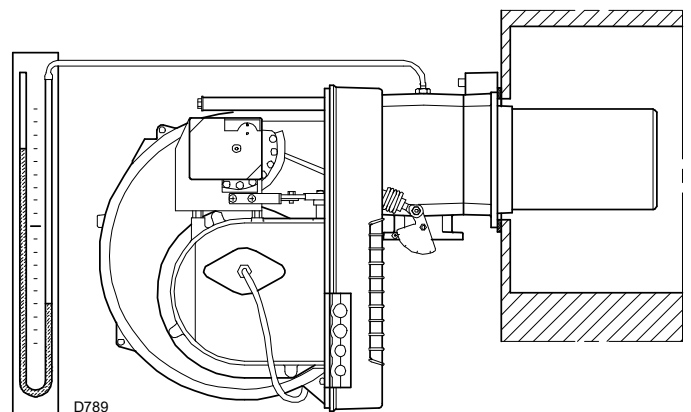

Fig. 20
- Montér et U-manometer (Fig. 20) på gastryk udtaget på muffen. Det anvendes til at beregne brænderens MAX effekt omtrentligt ved hjælp af tabellerne Tab. H på side 19.
I dette tilfælde skal man øge gaskapaciteten ved tænding. Ankomst af gas til muffen kan ses på U-manometeret (Fig. 20 på side 23).
Som vejledning kan det aflæses ud fra Tab. H på side 19, blot man aflæser gastrykket på U-manometeret, se Fig. 20 på side 23, og følger anvisningerne på Tab. H på side 19.